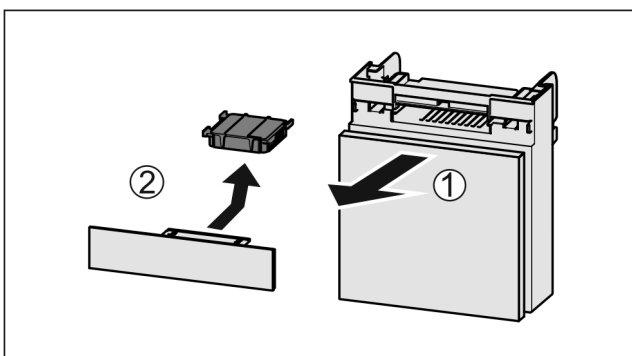

Fig. 46
- ▶ Lade vanaf de voorkant eruit trekken Fig. 46 (1).
- ▶ Actiefkoolfilter verwijderen Fig. 46 (2).